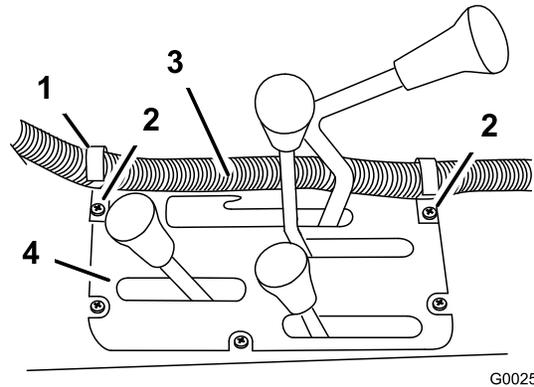
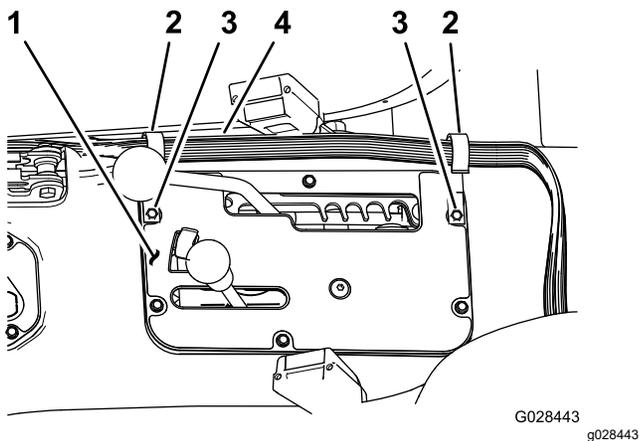

Рисунок 20
Рисунок 21
1. Установите два J-образных зажима на центральную консоль в точках, показанных на **Рисунок 20** или **Рисунок 21**, с помощью имеющихся винтов.